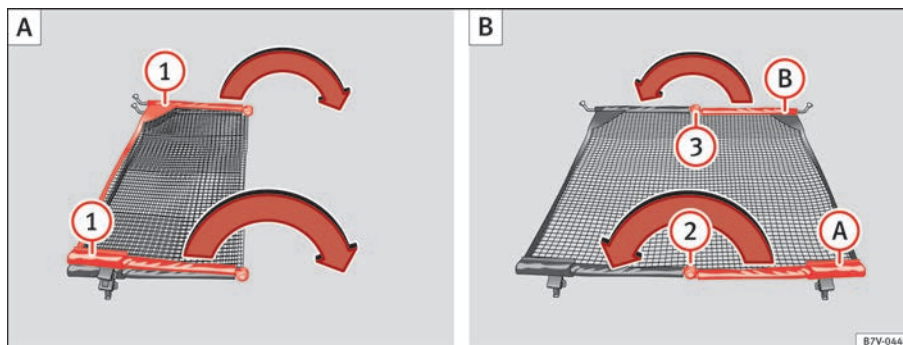

Fig. 93 Desdobrar a rede de separação ① e dobrá-la de novo ② e ③.
⇒ Fig. 93 ① na direcção da seta até que se oiça um „clique“.
- Pressione o botão de desbloqueio ⇒ Fig. 93 **(2)** e dobre a vareta **(A)** na direcção da seta com o botão de desbloqueio pressionado.